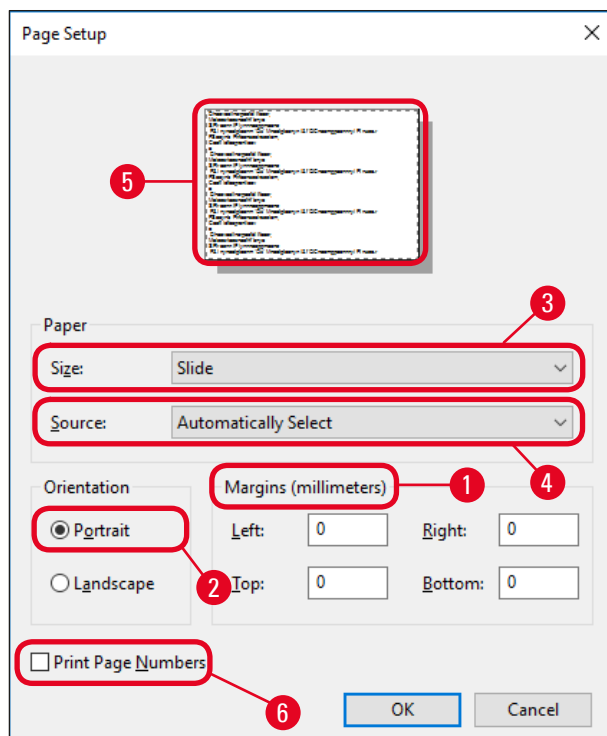

Fig. 41
3. Primeiro, as configurações de página devem ser selecionadas: Clique em **File** > **Page Setup** (Arquivo > Configuração de página) para abrir a caixa de diálogo de configuração de página **Page Setup** (→ "Fig. 41").